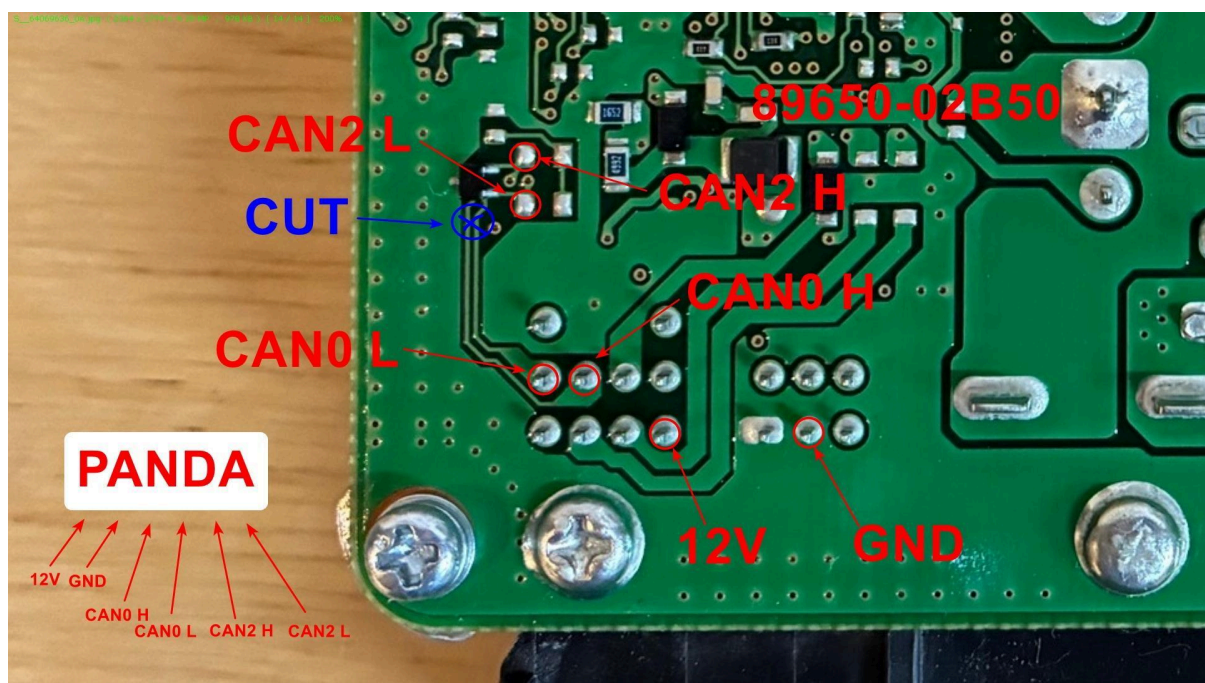

FIG2 — tap point 對照:CAN2 H/L、CAN0 H/L、12V、GND,以及藍色 CUT 切點;左下為 PANDA 端接腳順序
最關鍵、不可逆的一步。切之前務必用電表對照 FIG0 與 FIG2,確認正是 E40-7(CANH)/ E40-8(CANL)通往晶片的那兩條 trace。
3. 在 FIG2 藍色 ⊗ CUT 標記處,找到對應 E40-7 / E40-8 的兩條 trace。
依 FIG2 標示找到六個焊點並焊上訊號線,FIG2 左下也標出了 panda 端的接腳順序。
PANDA 端接腳順序(FIG2 左下,由左至右):